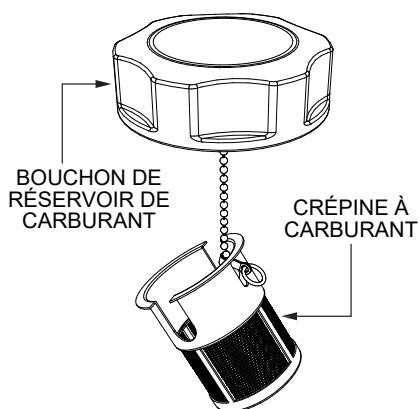

Figure 33. Crépine à carburant
3. Ensuite, retirez, inspectez et nettoyez le filtre à carburant avec du solvant (Figure 33).